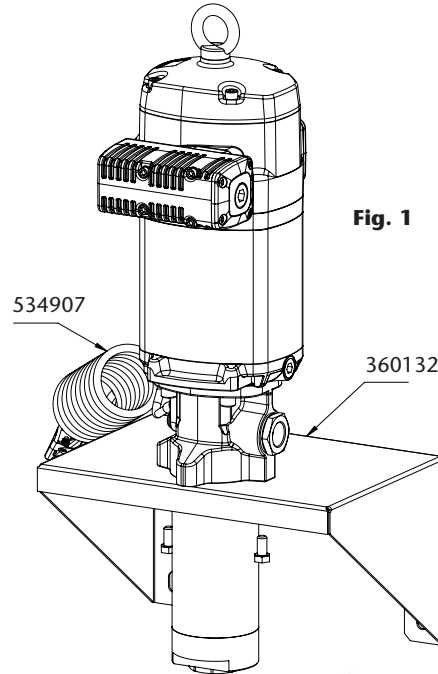

Fig. 1
- A propulsora para ser instalada na parede deve usar o suporte (360132). Fixar o suporte na parede firmemente usando parafusos e buchas adequadas. Colocar a propulsora no suporte e fixar com os parafusos que acompanham a propulsora (Fig. 1).